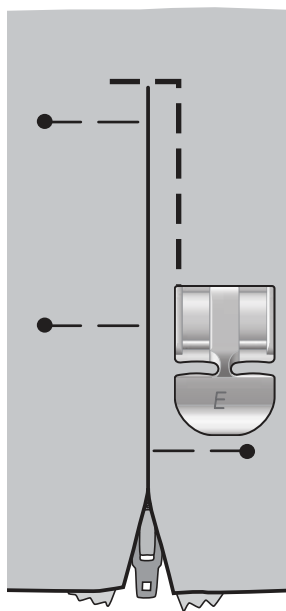

Fig. 2
4. Börja sy tvärs över nederkanten, vrid tyget och sy längs den högra sidan av blyxtlåset upp till toppen (se fig. 2).